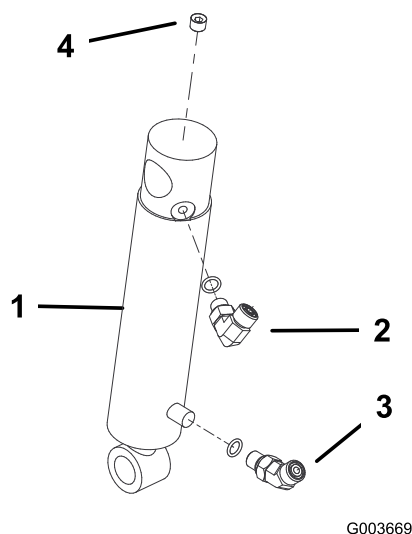

Figura 11
1. Enrosque um encaixe de 90 graus à porta superior do cilindro hidráulico. Posicione o encaixe como se indica em Figura 11. Nota: Certifique-se que todos os anéis de retenção estão lubrificados e devidamente posicionados nos encaixes antes da instalação.
2. Enrosque um encaixe de 45 graus à porta inferior do cilindro hidráulico. Posicione o encaixe como se indica em Figura 11.